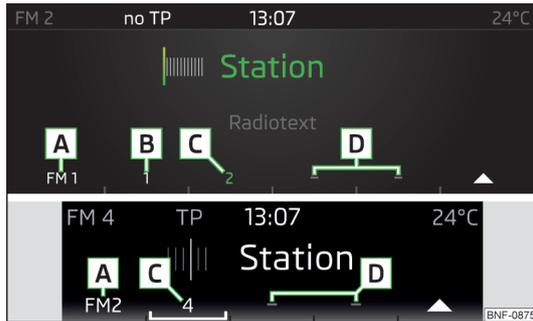

Fig. 99
- » Para **guardar las emisoras**, seleccionar el grupo de memoria con la tecla de función  » fig. 99 y mantener presionada la tecla de estación deseada.
### Teclas de emisoras para la emisora preferida » fig. 99